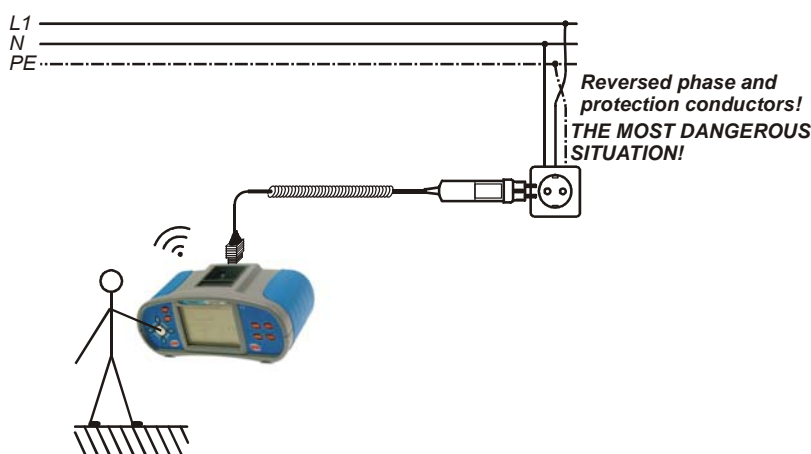

Abb. 5.42: Anschluss des Taster-Steckers an die Netzsteckdose mit vertauschten L- und PE-Leitern
- ❑ Schließen Sie die Prüfleitungen an die zu prüfende Anlage an (siehe *Abb. 5.42* und *5.43*).